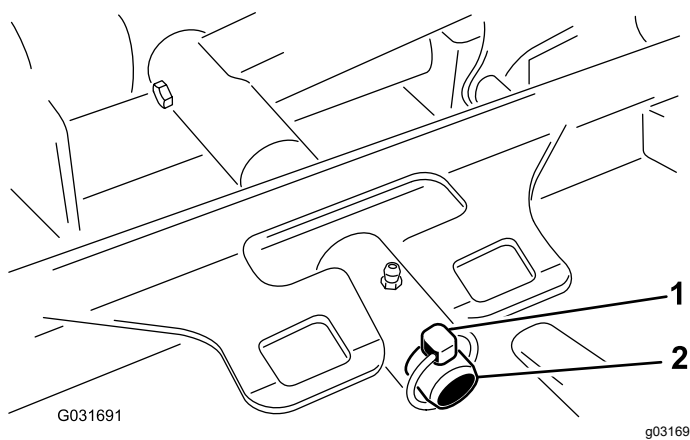

Figure 13
3. Retirez la goupille à anneau qui fixe le bâti porteur du plateau à l'axe de pivot du bras de levage (Figure 13).